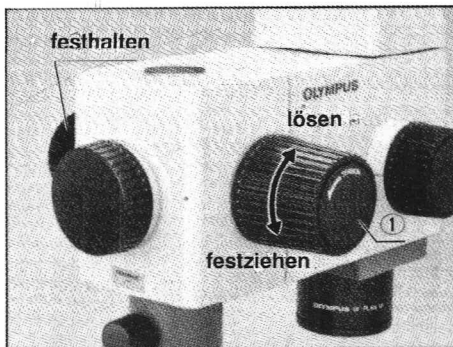

Abb. 8
Die Gängigkeit der Triebknöpfe (1) für die Fokussierung läßt sich den Wünschen des Anwenders anpassen. Zur Änderung der Gängigkeit halten Sie einen der Triebknöpfe (1) fest in Position und drehen den anderen entweder entgegen den Uhrzeigersinn, um die Gängigkeit der Fokussierungstriebe zu erhöhen, oder im Uhrzeigersinn, um sie zu verringern. (Abb. 8)